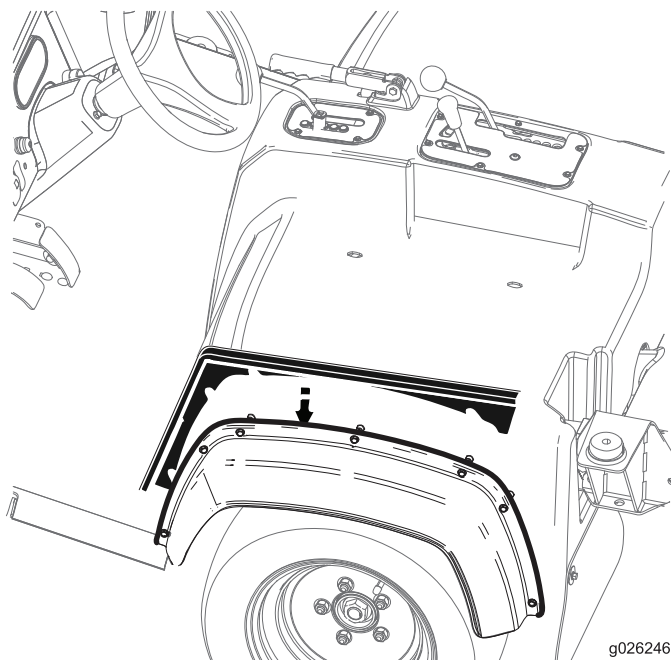

Bild 24
2. Schieben Sie die Seitenplatten zwischen die Sitzabdeckungen und die seitlichen Kotflügel, wie in Bild 24 abgebildet.